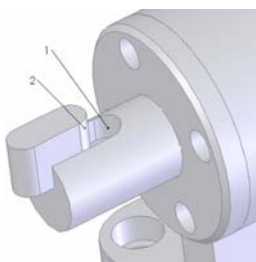

图 12-16 设置方向后的视图
⑭ 设置视图方向。单击“视图”工具栏中的“旋转视图”图标，将视图以合适的方向显示，结果如图 12-16 所示。
⑮ 添加配合关系。选择菜单栏中的“插入”→“配合”命令，将图 12-16 中的面 1 和面 2 添加为“同轴心”几何关系。